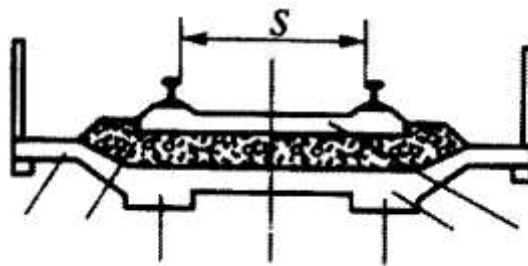

Рис. 43. Элементы мостового полотна
**Текст задания:** Укажите элементы мостового полотна на балласте (рис. 43). Расскажите о преимуществах и недостатках такой конструкции.